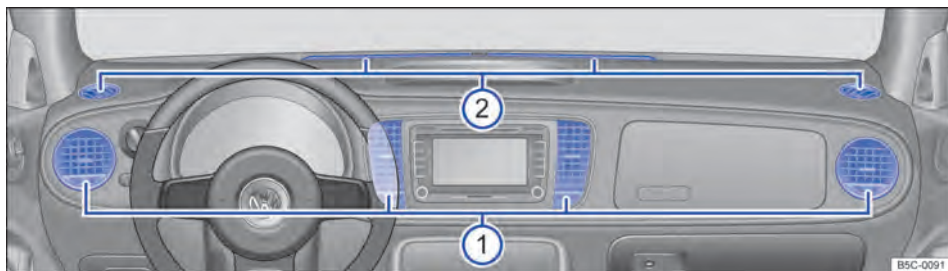

Fig. 126 Difusores de ar no painel de instrumentos.
Para que uma potência de aquecimento, uma refrigeração e uma entrada de ar suficientes sejam atingidas no interior do veículo, os difusores de ar ⇒ Fig. 126 ① devem permanecer abertos.